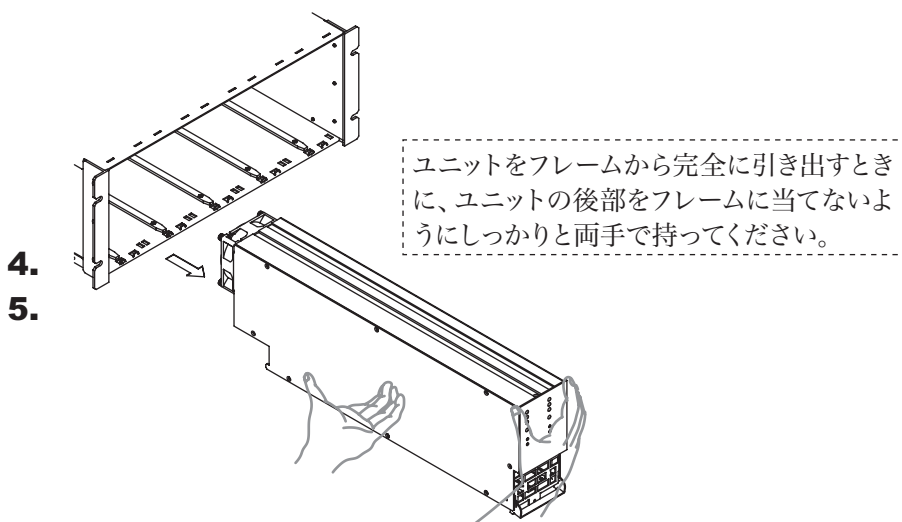

図 1-5 充放電電源ユニットの取り外し
2. ルーバを取り外します。図 1-5 を参照してください。
ロックが解除されますので、図 1-5 のように両手で持ち、ゆっくりとスロットから引き出してください。